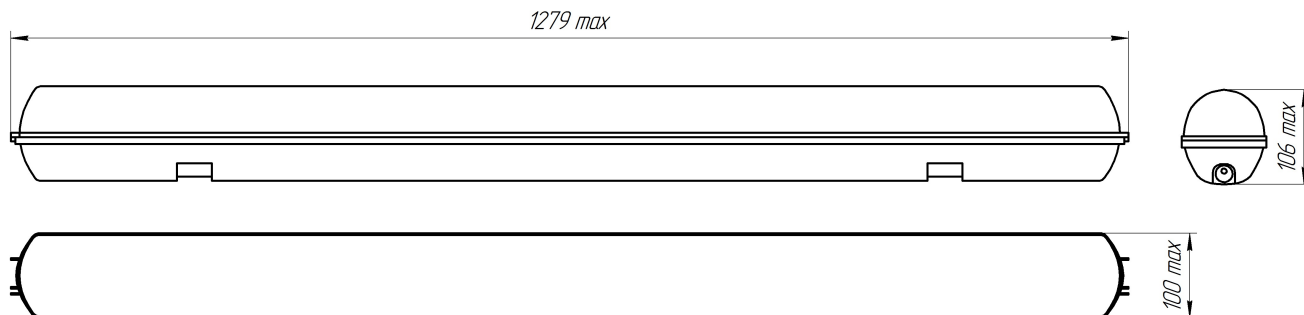

Рисунок 2
1.4.1. Светильник состоит (см. Рисунок 2) из пластикового корпуса, который является несущим элементом светильника, защитного стекла, светодиодных полупроводниковых модулей, источника питания, контактного устройства.